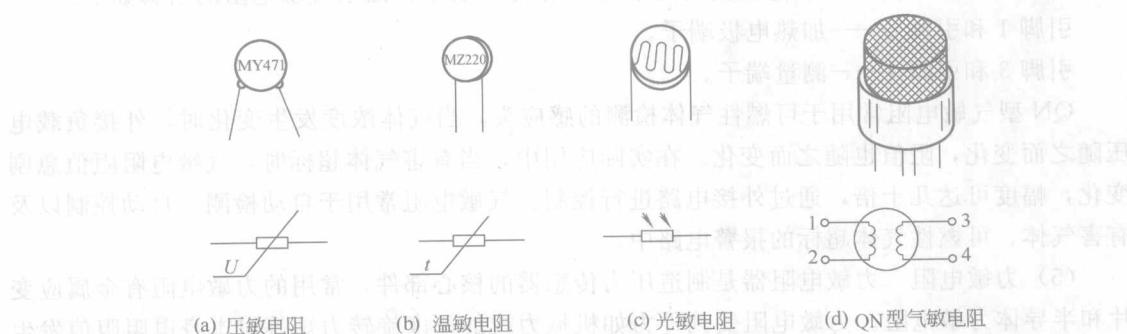

图 1-8 常用的几种敏感型电阻器
敏感型电阻器主要指电特性对温度、湿度、压力、电磁感应、气体浓度等外界条件的物理量反应敏感的元器件，它可以将这些物理量转换成电信号、制成各种传感器或器件，还可进行放大和处理，以实现自动控制。常用的几种敏感型电阻器如图1-8所示。
(1) 压敏电阻 压敏电阻外形及符号如图1-8(a)所示，压敏电阻文字符号用RV来表示。压敏电阻器是利用半导体材料的非线性特性原理制成的。其特点是压敏电阻器对外加电压感应非常迅速和敏感。当外加电压达到压敏电阻器的临界值时即达到标称额定值时，其电阻值会急剧变化，反应速度极其快速。压敏电阻器的阻值在外加电压没有达到额定电压值时，呈现出很高的阻值，趋于无穷大；当外加电压超过额定电压值时，电阻值急剧变小，超过临界极限值将导致过流过压保护装置动作，起到过电压保护、抑制浪涌电压、削波、限幅、吸收电能和防雷击等作用。电路中由于各种原因产生的瞬时电压或瞬时电流会超过正常电压和电流值的许多倍，而所超过的时间很短，被称为浪涌电压或浪涌电流。压敏电阻在一定温度范围内，其两端能承受的电压值称为标称电压或耐压。而这两个参数是压敏电阻的主要电气参数。压敏电阻反应时间快速，达到纳秒级。所以，压敏电阻具有耐浪涌电压大、抑制过电压能力强、反应速度快、温度特性好、可靠性高的优点，被广泛应用在交流电路和直流电路的保护回路中。
(2) 热敏电阻 热敏电阻外形及符号如图1-8(b)所示，热敏电阻文字符号用RT来表示。热敏电阻器是由钛酸钡材料，掺杂能改变居里点温度的物质铅或锶和加入极微量的导电杂质稀土元素镧，经过研磨、压型、高温烧结而成的复合钛酸盐的N型半导体器件，大多是单晶或多晶半导体器件。其特点是热敏电阻在达到特定温度前，电阻值随温度变化较缓慢，当越过一定的温度时，其阻值急剧增大。这个温度称为居里点温度。热敏电阻利用居里点温
(3) 光敏电阻 光敏电阻外形及符号如图 1-8(c) 所示。光敏电阻器是由半导体硒化镉、硫化铅、硫化锌等材料制成的。利用半导体的光电导特性原理，当射入强光线时，光敏电阻的阻值减小；当射入弱光线时，光敏电阻的阻值增大。光敏电阻还具有灵敏度高、电气性能稳定、制作工艺简单等特点。根据不同光源可分为：红外光光敏电阻、可见光光敏电阻、紫外线光敏电阻等。光敏电阻在有光照射下，产生的亮阻阻值很小，在没有光照射下，产生的暗阻阻值较大。光敏电阻电流随电压呈现线性变化，在自动控制、光电控制、自动检测、通信及报警电路中广泛应用。
(4) 气敏电阻 气敏电阻外形及符号如图 1-8(d) 所示。气敏电阻是利用某种半导体在加热状态下，其表面吸入特定气体，并在发生氧化或还原反应后，产生离子，导致其电阻率发生改变的一种器件。气敏电阻器的文字符号用 Q 来表示，图示气敏电阻的引脚如下。